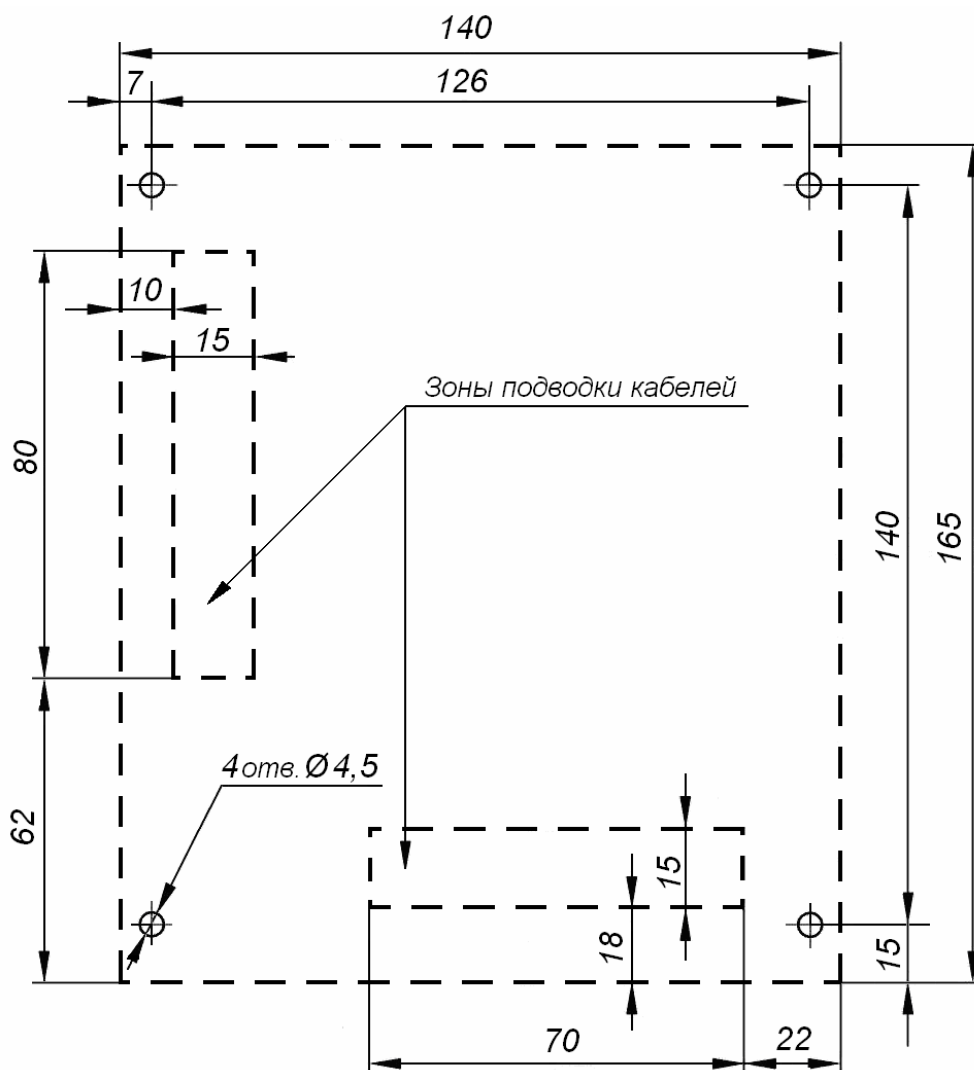

Рисунок 3. Разметка отверстий для установки контроллера (пунктиром показаны габариты корпуса изделия)
3. Произведите разметку и разделку отверстий на установочной поверхности для крепления металлического основания и проводки всех кабелей в соответствии с рис. 3.